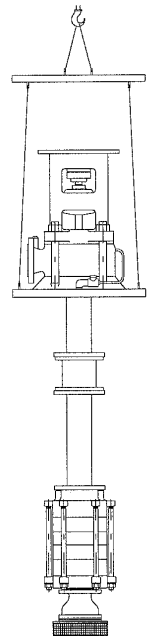

Рис. 3.1
- Подъем всего насоса / агрегата можно осуществлять только на устойчивом многоточий опорной плиты (например, с шурупами с кольцами). На рис. 3.1 показан правильная методика работы во время транспортировки при помощи крана.